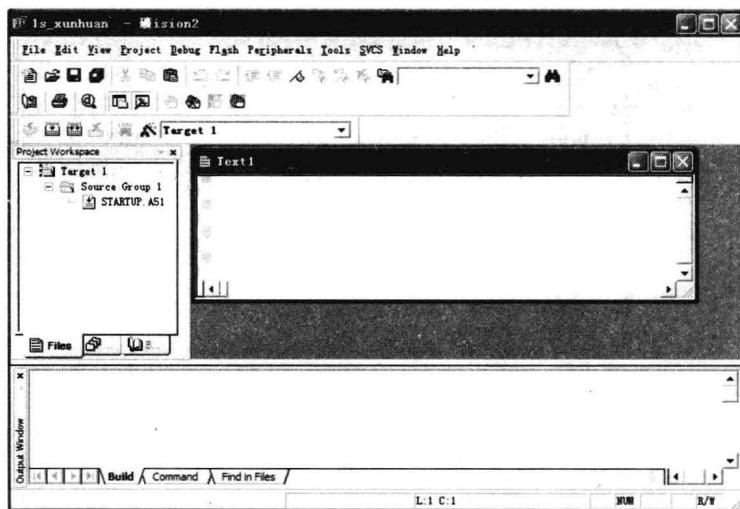

图 1-6 新建文本
(5) 选择 File | New 命令，或单击工具栏中的 New 按钮，新建一个空白文本文件，如图 1-6 所示。